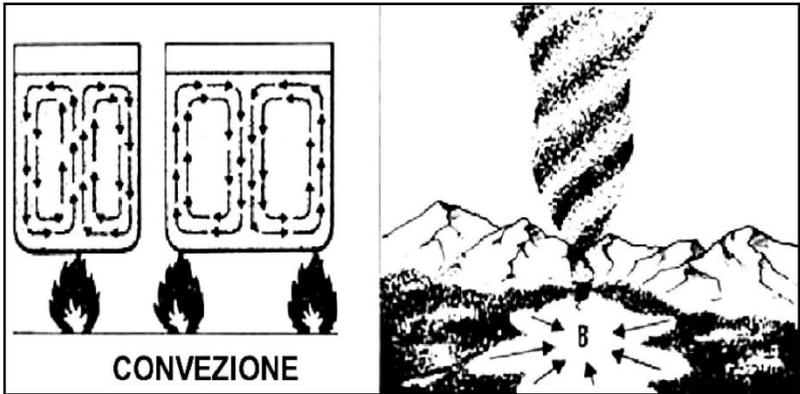

FIG. 7 – CONVEZIONE
b) FORZATA, quando l'aria, essendo in movimento orizzontale, è costretta a salire per l'incontro con un rilievo del terreno o con una massa d'aria più densa. **FIG. 7**